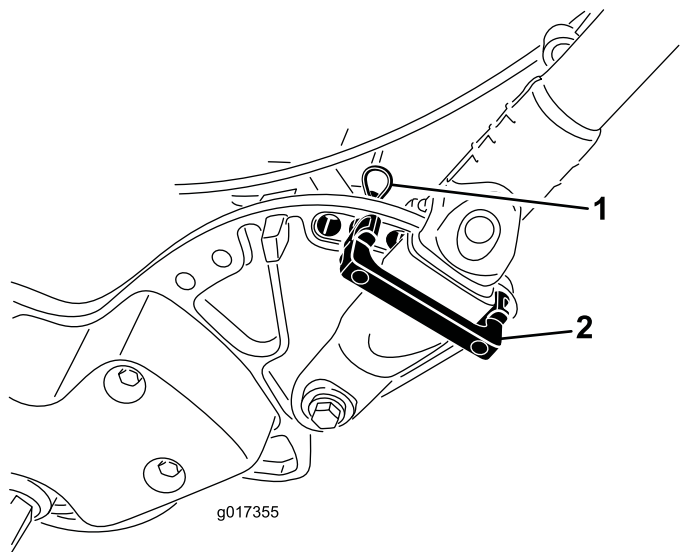

Рисунок 32
2. Удерживая рукоятку, извлеките с каждой стороны шплинты и поверните рукоятку в требуемое рабочее положение (**Рисунок 32**).
1. Извлеките игольчатые шплинты из фиксаторов рукоятки на каждой стороне машины (**Рисунок 32**).